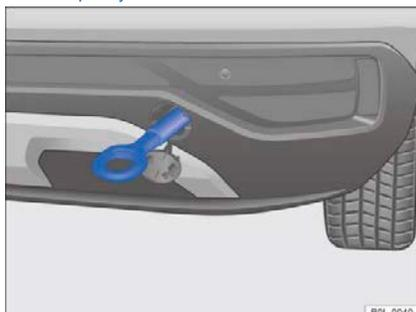

Рисунок 122 Верхняя правая сторона заднего бампера: ввинтить буксирное кольцо
- Надежно завинтите буксирное кольцо в кронштейн против часовой стрелки → рис. 122 → ⓘ. С помощью подходящего инструмента достаточно и надежно ввинтите буксирное кольцо в кронштейн.